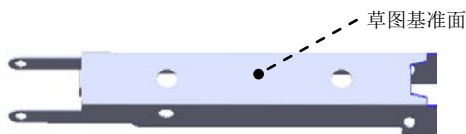

图 12.5.19 切除一拉伸 4
Step10. 创建图 12.5.19 所示的切除一拉伸 4。
(1) 选择命令。选择下拉菜单  **插入(I)**  **切除(C)**  **拉伸(E)...** 命令。
(2) 定义特征的横断面草图。
① 定义草图基准面。选取图 12.5.19 所示的表面作为草图基准面。